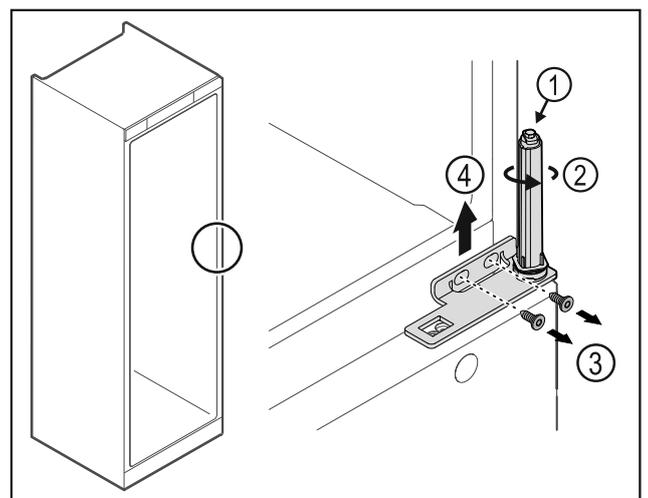

Fig. 32
- Non disassemblare il sistema di chiusura della porta Fig. 32 (1).
- Ruotare il sistema di chiusura Fig. 32 (2) finché non si innesta con un clic.
- ▶ Svitare le viti Fig. 32 (3), rimuovere la cerniera angolare Fig. 32 (4) verso l'alto.